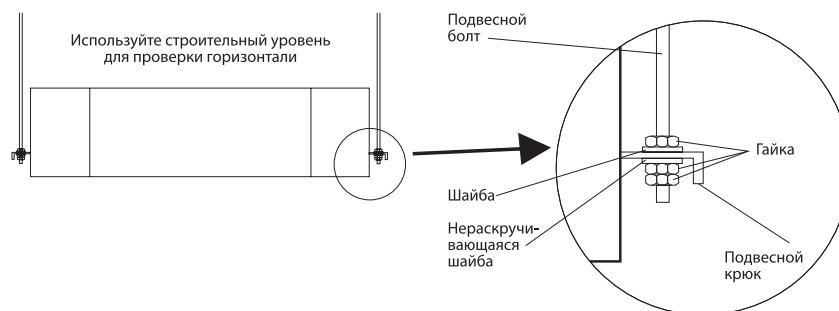

Рисунок 17 - Крепление подвесных болтов к внутреннему блоку
- Отрегулируйте относительное положение подвесных болтов таким образом, чтобы блок был расположен горизонтально по всем сторонам. Для проверки горизонта воспользуйтесь строительным уровнем. Неправильная установка внутреннего блока может привести к утечке воды, воздуха и т.д. (см. рис.17).